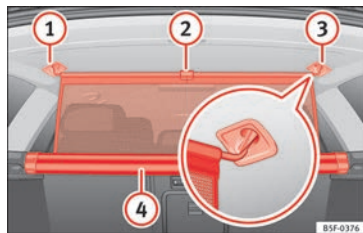

Fig. 171 En el maletero: enganchar la red de separación.
- Tire hacia arriba de la lengüeta » **fig. 171** ② para sacar la red de la carcasa ④.
- Enganche la red de separación en el lado derecho ③ (imagen ampliada).
- Enganche la red de separación en el alojamiento del lado izquierdo ① estirando la barra.